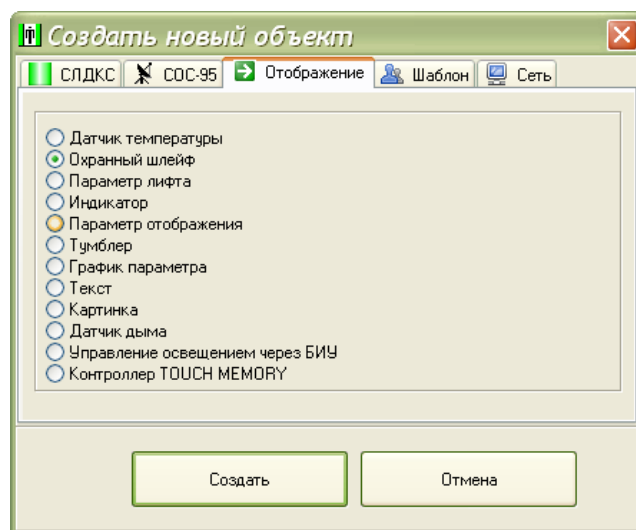

Рисунок 33
1) Создать на карте лифтов объект — охранный датчик. В контекстном меню выбрать пункт «Создать новый объект», на вкладке «Отображение» выбрать охранный шлейф (рисунок 33).